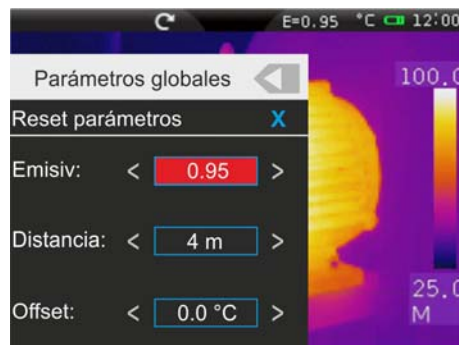

Fig. 36: Configuraciones Parámetros globales
2. Configure los valores de los parámetros globales “Emisividad”, “Distancia” y “Offset” (vea el § 5.2.2.5) relativos al objeto medido tocando los campos relativos (vea la Fig. 36)